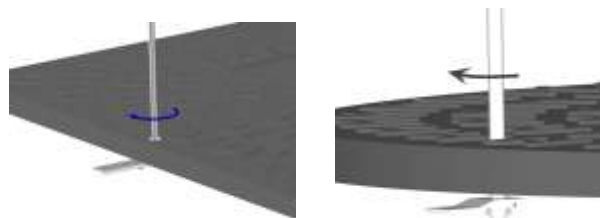

Figura 2 Rimozione coperchio circolare e quadrangolare
- Per aprire il coperchio del dispositivo di chiusura è sufficiente ruotare le viti di bloccaggio di 90° in senso orario utilizzando l'apposita chiave (Figura 2).
- Ruotare i dispositivi di bloccaggio di 90° in senso antiorario (Figura 2).